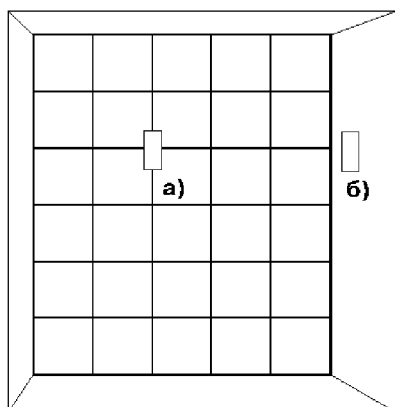

Рис.8 Защита стеклоблоков
- непосредственно на охраняемую стеклянную поверхность [рис. 8а)]. Для этого крепежное устройство удобно размещать в отверстии цементного шва, соединяющего стеклоблоки между собой, по методике установки извещателя на кирпичную или бетонную конструкцию;
- на примыкающую к охраняемой кирпичную, бетонную или стальную конструкцию [рис. 8б)] по соответствующей методике.